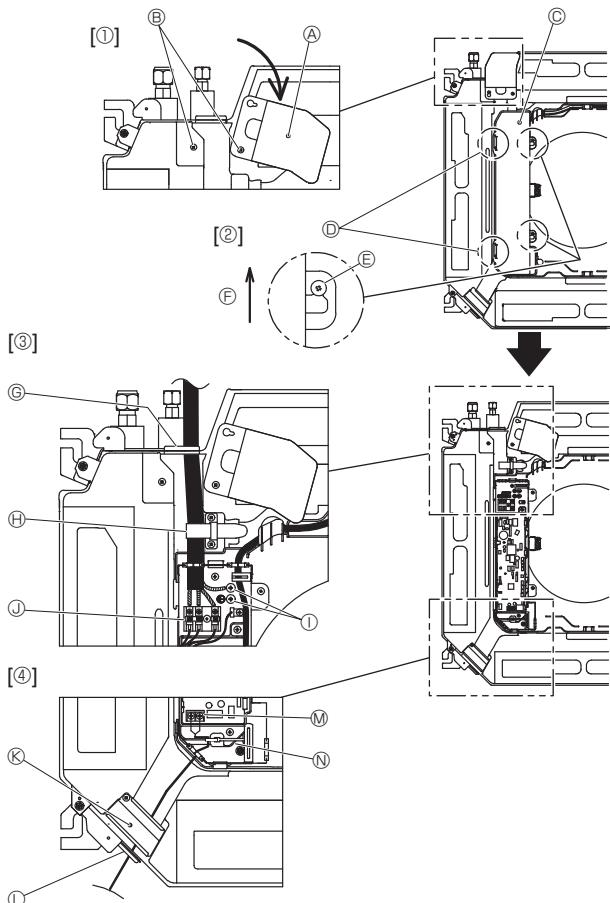

Fig. 6-1
6.1. Innendørsenhet (Fig. 6-1)
- Løsne de to skruene som holder på plass servicepanelet for elektriske ledninger, og snu deretter servicepanelet for elektriske ledninger. [Fig. 6-1 ①]
- Løsne de to skruene som holder på plass lokket på den elektriske koblingsboksen, og skyv deretter av lokket på den elektriske koplingsboksen. [Fig. 6-1 ②]
- Før strømkabelen, innendørs-/utendørsenhetens tilkoblingskabel og jordledningen gjennom kabelåpningene, som vist i diagrammet. [Fig. 6-1 ③]
- Før fjernkontrollkablen gjennom de respektive ledningsåpningene, som vist i diagrammet. [Fig. 6-1 ④, Fig. 6-3]